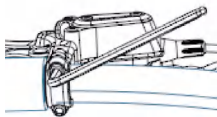

Figura 2-4 Montaje de la maneta del freno de disco
- ② Afloje los tornillos de fijación del cuerpo de la pinza del freno de disco para que el cuerpo de la pinza del freno de disco quede en una posición de ajuste fino y, a continuación, monte el adaptador en el cuadro.
- ① Asegure primero el asa de retención del disco.
- ② Apriete un tornillo hasta la mitad, luego apriete el otro tornillo y, por último, vuelva al tornillo original para apretarlo (como se muestra en la figura 2-4).
- ③ ★ Par de bloqueo de la maneta del freno de disco = 60~80kgf-cm (52~69lb-in)
- ④ Sujete la maneta del freno de disco para mantenerla bajo presión y apriete los tornillos de fijación del cuerpo de la pinza de freno con las pastillas presionando contra el disco.
- ⑤ Accione varias veces la maneta del freno de disco para asegurarse de que el freno funciona con normalidad y de que no hay fugas de aceite.
- ⑥ ★ Par de apriete del tornillo de fijación del convertidor = 70~90kgf-cm